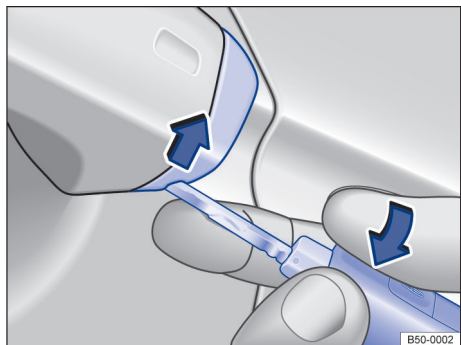

Fig. 65 Maçaneta da porta do condutor: levantar a capa de cobertura por alavanca.
- Remover a capa de cobertura de baixo para cima, no sentido da seta → Fig. 65.